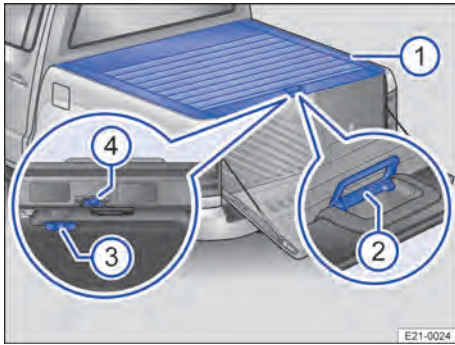

Fig. 52 Cubierta enrollable: cuadro general.
2. La cubierta enrollable se desbloquea y bloquea mediante el botón giratorio situado en la cubierta debajo del asidero → Fig. 52 ③.
La cubierta enrollable → Fig. 52 ① se puede abrir completamente o situar en una posición intermedia.
1. *Abrir completamente:* Tire del asidero de la cubierta hacia arriba hasta el tope → Fig. 52 ②. La cubierta se abre automáticamente y la cinta permanece en el centro.
4. *Abrir brevemente y volver a cerrar:* Si solo desea abrir la cubierta brevemente y que se vuelva a cerrar inmediatamente después, presione el fiador → Fig. 52 ④ hacia la izquierda mientras tira de la cinta. La cubierta encastra entonces cuando está completamente cerrada.